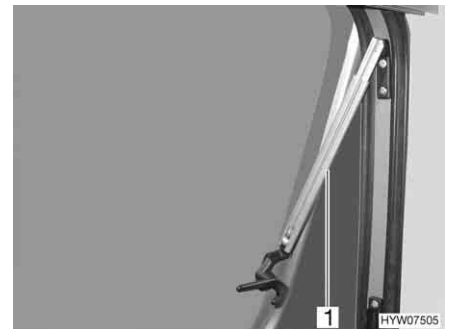

Bild 50 Överkantshängt fönster med automatik-spärrar, öppet
- Öppna det överkantshängda fönstret till önskat läge. Automatik-spärren (Bild 50,1) hakar fast automatiskt.